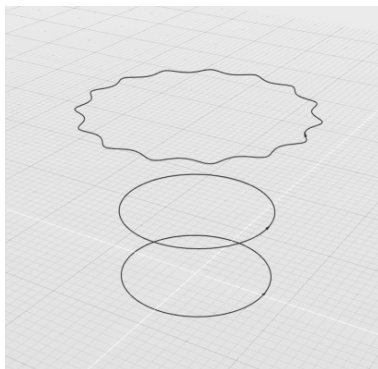

图 4-64 打开练习文件
1) 打开素材文件夹“练习 (4.3.6_1)”中的 Evolve 文件, 该文件中包含 3 条闭合曲线, 如图 4-64 所示。